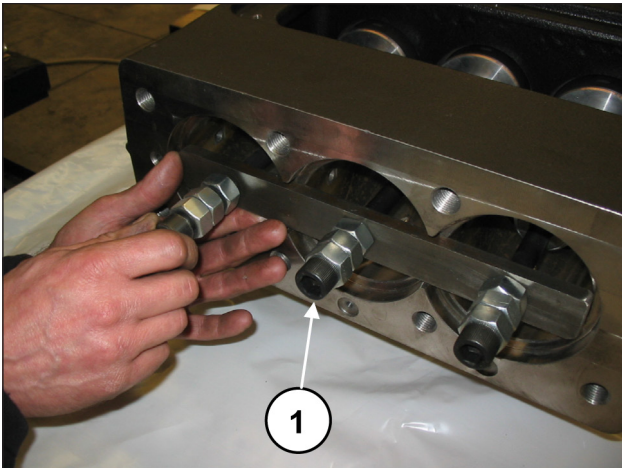
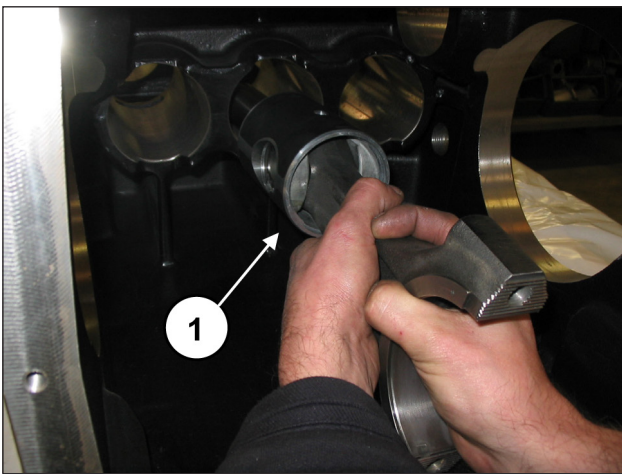

Fig. 40
Fig. 41
Desenroscar los tornillos de la herramienta cód. 27566200 para desbloquear las bielas (pos. ①, Fig. 40) y, a continuación, extraer los grupos biela-guía del pistón por la abertura posterior del cárter (pos. ①, Fig. 41).
Comprobar que el cárter esté limpio e introducir el grupo semibielas-guía pistón dentro de las levas del cárter (pos. ①, Fig. 41).
Bloquear los tres grupos con la herramienta cód. 27566200 (pos. ①, Fig. 40).
Desmontar la herramienta que bloquea las bielas cód. 27566200 (pos. ①, Fig. 40) y deslizar las bielas hacia atrás hasta que hagan tope en el eje acodado.